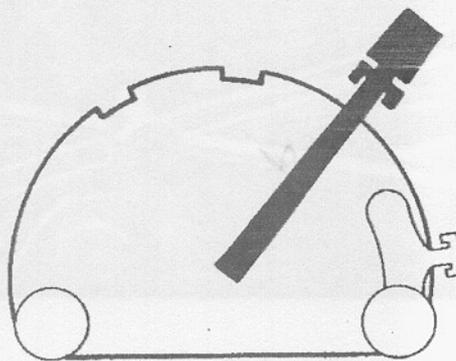

Fig. 38
- Déplacer la manette de commande vers le bas du secteur « zone jaune - contrôle d'effort » (fig. 38), jusqu'à ce que l'outil repose sur le sol.